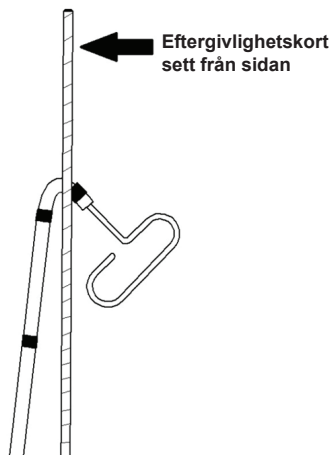

Figure 1 Formad konfiguration
5. Placera markörbandet på den distala spetsen med böjningen längst ned och inuti ånguttaget. (se bild 1)